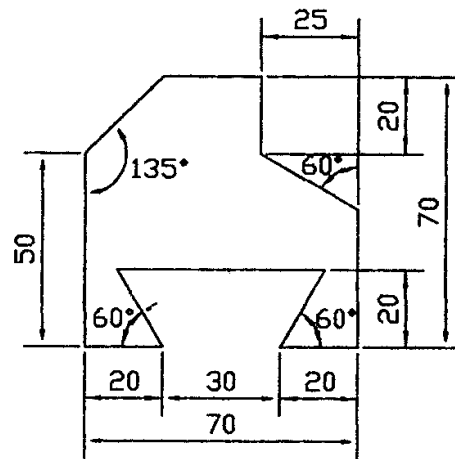

Figura 2.66 Bloque.
- Crear la siguiente geometría empezando con el origen en la esquina inferior izquierda (Figura 2.66):